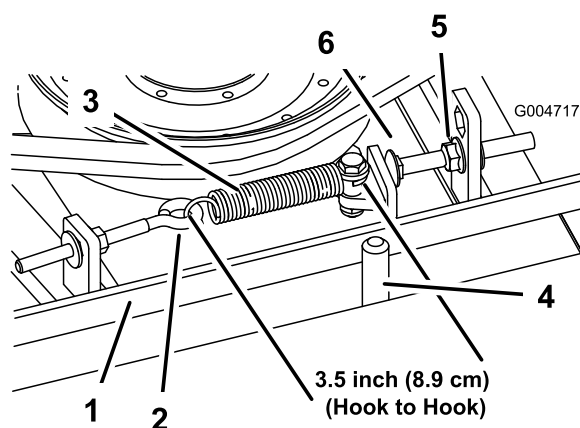

Figura 97
Quando la tensione è corretta, la molla di prolunga (da gancio a gancio) deve essere lunga circa 8,9 cm \pm 0,63 cm (misura interna). Quando la tensione della molla è giusta, regolate il bullone di arresto (bullone a testa tonda) fino ad ottenere un gioco di 0,32 cm \pm 0,152/0,000 cm tra la testa del bullone ed il braccio di rinvio (Figura 97).
Nota: Verificate che la cinghia si trovi dal lato molla del guidacinghia (Figura 97).
2. Allentate il bullone ad occhio per consentire la rimozione della molla di prolunga (Figura 97).
3. Allentate il dado flangiato che fissa il bullone di arresto alla linguetta di montaggio. Allentate il dado quanto basta per consentire al braccio di rinvio di oltrepassare il bullone di arresto (Figura 97). Allontanate la puleggia tendicinghia dalla cinghia in modo da allentare la tensione della cinghia.
8. Ricollegate la molla di prolunga (Figura 97) al bullone ad occhio e tendete la cinghia come segue: